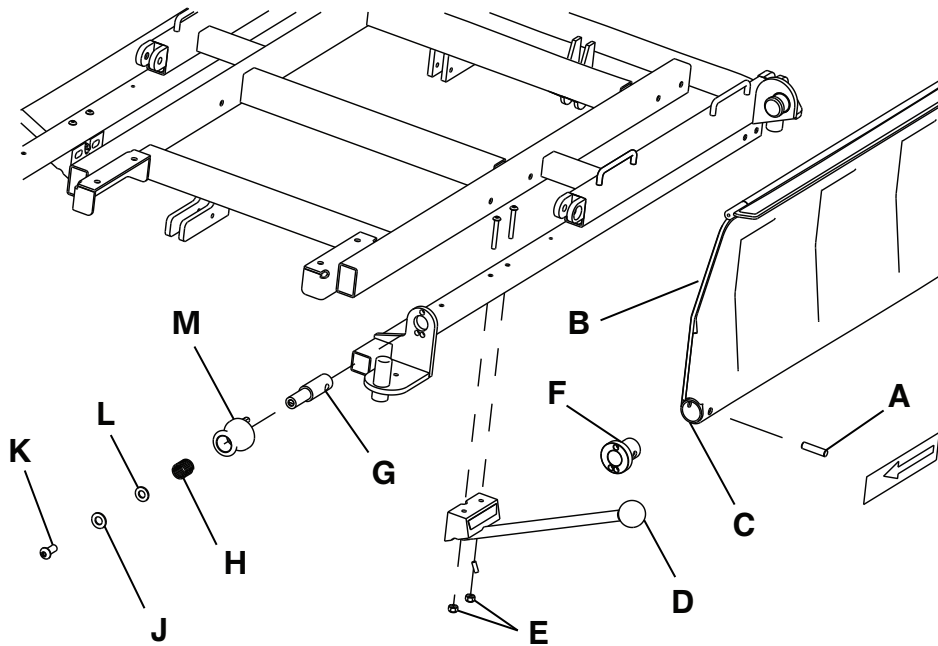

Figure 10 – Réglage de la barrière
1. À l'aide d'une clé à six pans de 3/16 po, retirer la vis d'assemblage à tête ronde (K), les rondelles (J et L) et le ressort (H) à l'extrémité du bouton de déblocage rouge (M) (Figure 10).